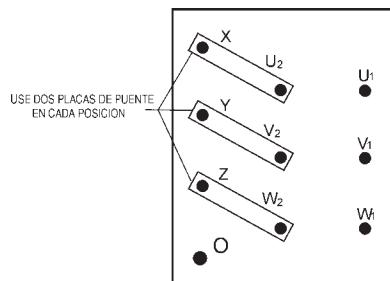

Figura 25. Tablero de inversión de voltaje configuración 480V
- Realizando un puente en el tablero de inversión de voltaje para operación de 480V como se muestra en la Figura 25. Esta configuración usa 6 placas de puente en 3 posiciones diferentes. Recuerde que hay 2 placas de puente en cada posición. Cada placa de puente **debe** usarse.
- Asegúrese que el tablero de inversión de voltaje esta haciendo puente para operación 480V como se muestra en la Figura 25.